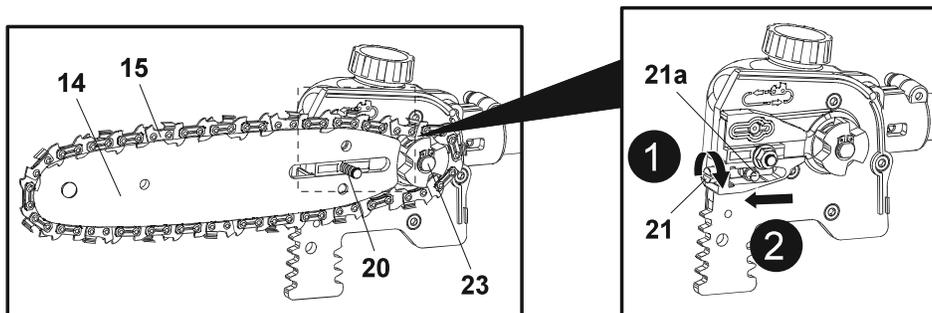

Fig. 12
8. Aperte o parafuso tensor (21) para a direita para ajustar o pino de aperto (21a)/a guia (14) para a esquerda para apertar a corrente (15) com a extremidade plana da chave de parafusos de cabeça dupla (45) fornecida (Fig. 12).